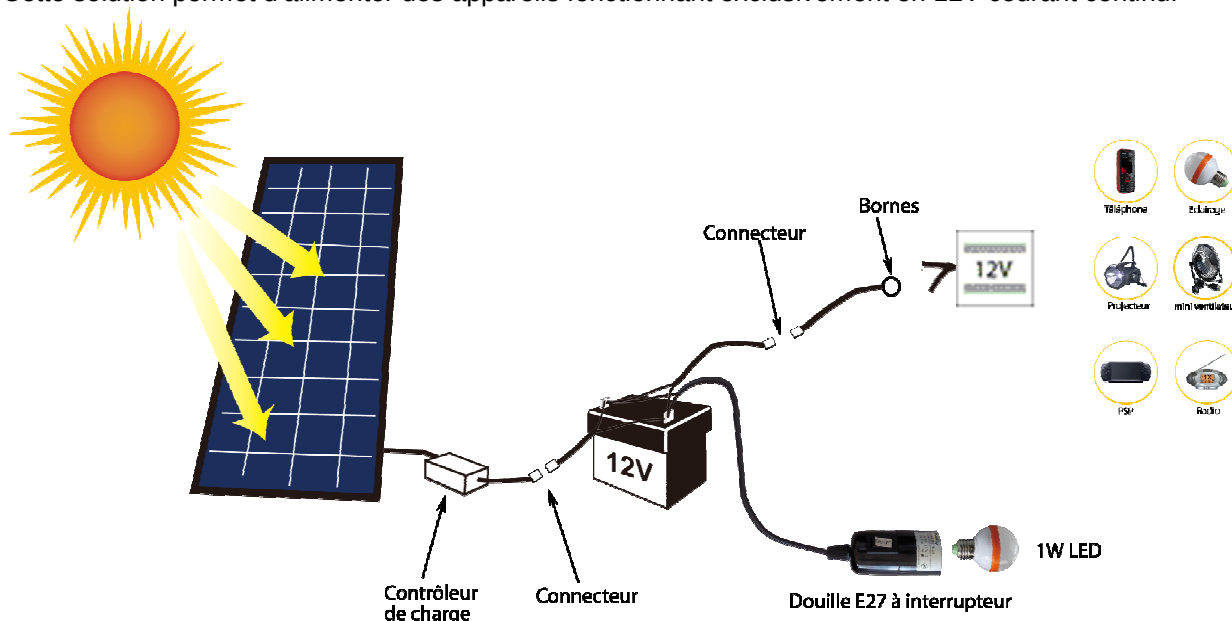

fig. 1
- Raccorder enfin l'appareil à alimenter par l'intermédiaire des bornes équipant l'extrémité du câblage 12V (fig. 1).